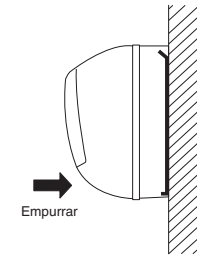

Fig. 3-58
- Segure a saída de descarga de ar e carregue na parte inferior da unidade interior até que se encaixe em posição para prender-se firmemente nas 2 linguetas na parte inferior da placa traseira. (Fig. 3-58)